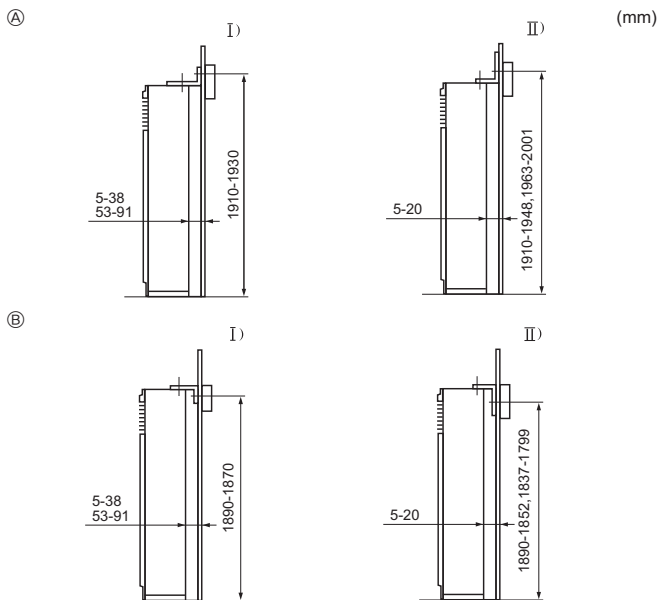

Fig. 3-3
- ① Klammer, die das Umkippen verhindert
Die Klammer, die das Umkippen verhindert ①, ist auf der Oberseite der Anlage angebracht. Die Blechschraben ② entfernen und die Klammer wie in der Abbildung dargestellt wieder anbringen. Angaben über richtige Einbauabstände siehe Fig. 3-3.
- Ⓔ Die Schraube ⑩ entfernen und das Gitter zum Abnehmen nach vorne ziehen.
3.3. Montage der Klammer, die das Umkippen verhindert (Fig. 3-3)